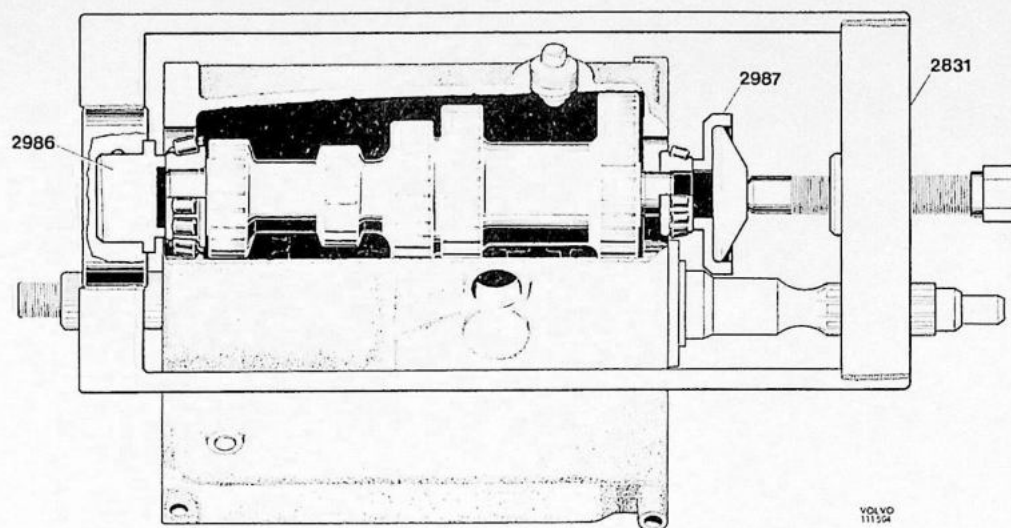

Fig. 6. Monteren voorste binnenring.
5. Draai de versnellingsbak om. Pers de binnenring van het voorste lager op het torentandwiel met 999 2831, 999 2986 en 999 2987 zoals in fig. 6. Monteer de buitenringen totdat zij ± 3 mm buiten het huis uitsteken.